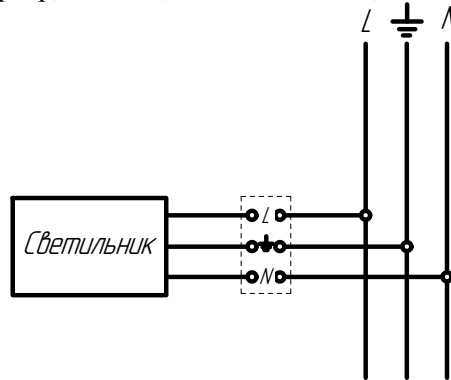
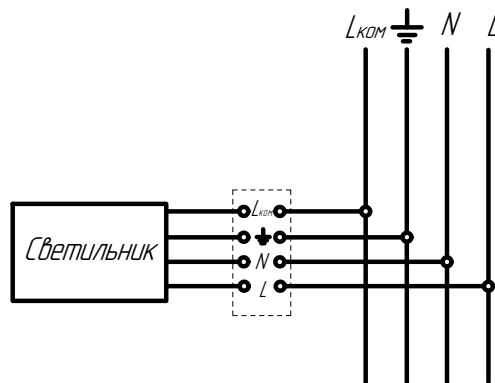

Рисунок 10 - Схема подключения светильника к сети
Рисунок 11 - Схема подключения светильника к сети с БАП к сети
6.11. Подключите светильник к питающей сети согласно рис. 10 (рис.11 для светильника с БАП).